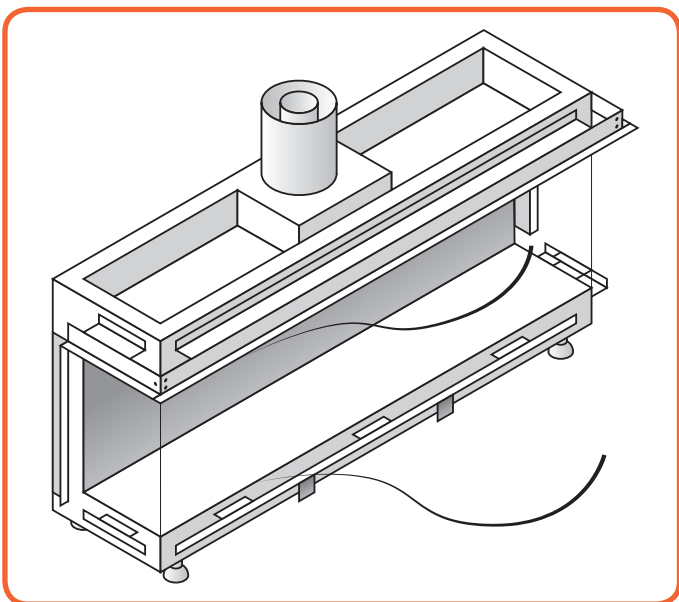

Figure 10.4 - Retirez les joints
- Retirer les cordes de la vitre. (Voir **Figure 10.4**)